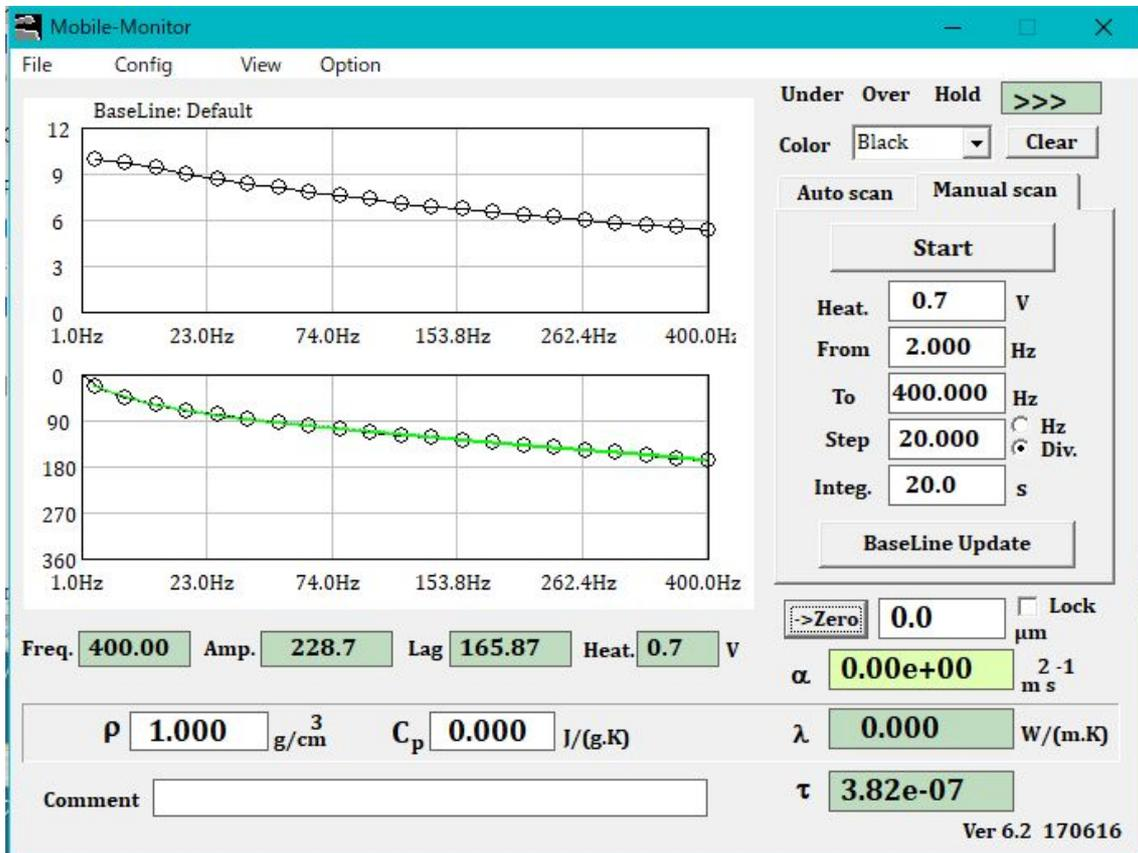

図2 ベースライン（標準）マニュアル
チェックには、試料を入れずに必要なら荷重を乗せて、簡易型 (0.4V, from 4Hz to 81Hz, 10div, 10sect) または正規ベースライン取得型 (0.4V, freom 2 to 400Hz, 20div, 20sec) として測定します。これはウオーミングアップですので、測定開始の時に必ず行ってください。この際ベースライン（実線）と一致することを確認します〔図2はベースラインを再取得する時の条件ですので2~400Hz まで測定〕。途中で止めても構いません。測定中にサウンドで進行状態をお知らせすることもできます。ブランク測定が実線と一致しない場合は、表面にゴミがあるか汚れているかです。電極破損等の場合はなめらかな一本の線になりません。
**より正確**には、オートモードで得られた周波数範囲と電圧を、マニュアルモードに切り替えて図2右の欄に入力しなおし、(1V-3V), 20div, 20sec (30sec でもよい) で測定してください。全点を回帰して計算しますので、オートより精度はあがります。固体試料では、添付の分銅を使います。電圧を除いて同一条件でベースラインをとると、手計算（エクセル等）に便利です。試料が無いので、温度上昇が起きますので電圧だけ0.5V前後に減じてください。周波数範囲は、試料に依存しますが、低周波側が170-200°